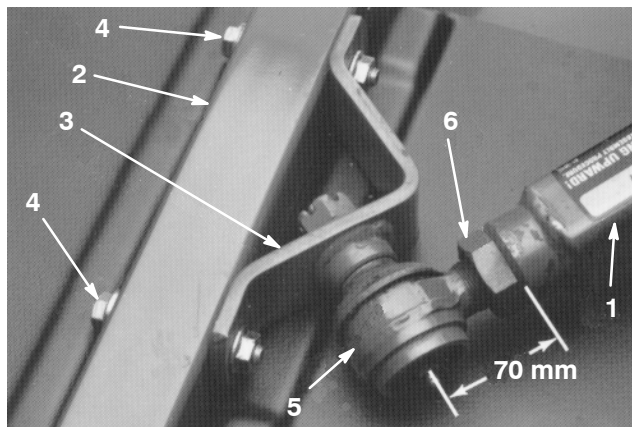

Fig. 5
3. Mät avståndet från den högra skjutarmens ände till mitten på kulleden (smörjnippel) (fig. 5). Avståndet ska vara 70 mm. Om avståndet är något annat än 70 mm, ska du lossa den kontramutter som håller fast kulleden på skjutarmen och vrida kulleden inåt eller utåt tills avståndet är korrekt (fig. 5). Dra inte åt kontramuttern ännu.
6. Dra åt den stora kontramuttern som fäster kulleden på skjutarmen (fig. 5). När kontramuttern dras åt måste kulleden hållas rakt så att den sedan kan svänga på korrekt sätt när klippenheten höjs och sänks. Ta försiktigt bort tråklossen som håller ned skjutarmen.